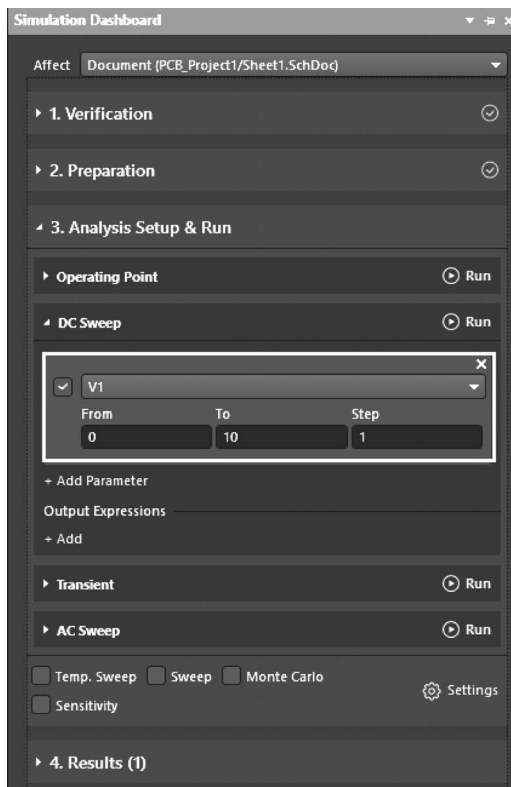

图 3-16 设置直流扫描分析参数
- (1) 在 AD 软件主界面菜单下选择 Simulate→Simulation DashBoard 命令。
- (2) 打开如图 3-16 所示的 Simulation DashBoard 界面,按下面参数设置:
- ① 在“1. Verification”中单击 Start Verification 按钮进行电路检查,检查通过后 Electrical Rule Check 和 Simulation Models 标识为绿色对号。
- ② 在“2. Preparation”中 Probes 界面中保留探针 V_1 和 V_2,用于采集对应网络的电压。
- ③ 在“3. Analysis Setup & Run 中 DC Sweep”选项设置直流扫描电压源为 V1,起始电压(From)为 0V,停止电压(To)为 10V,步进电压(Step)为 1V。
- (3) 单击 DC Sweep 选项 Run 按钮,开始执行仿真。